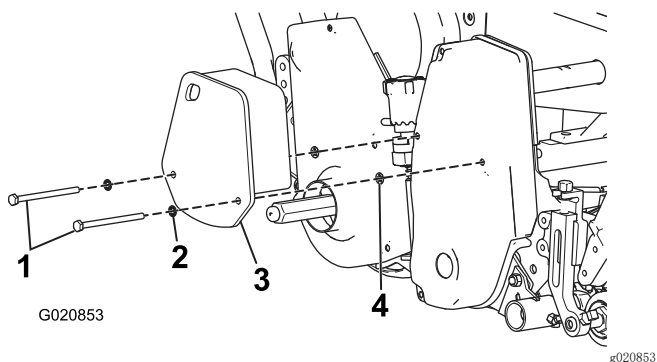

图21
- Greensmaster 1000/1600 剪草机——使用之前卸下的上、下螺栓和图21 中所示的配重块和新紧固件安装盖子。请按照您当地的规定使用紧固件卡环。